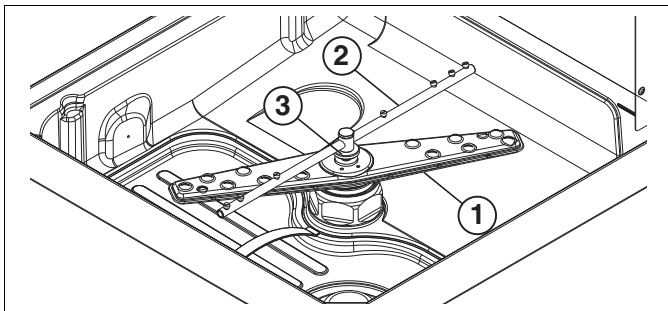

Figura 24 Brazos de lavado y aclarado
- Sacar los brazos superiores e inferiores de lavado "1" y de aclarado "2", desenroscando la rosca "3" (Figura 24).